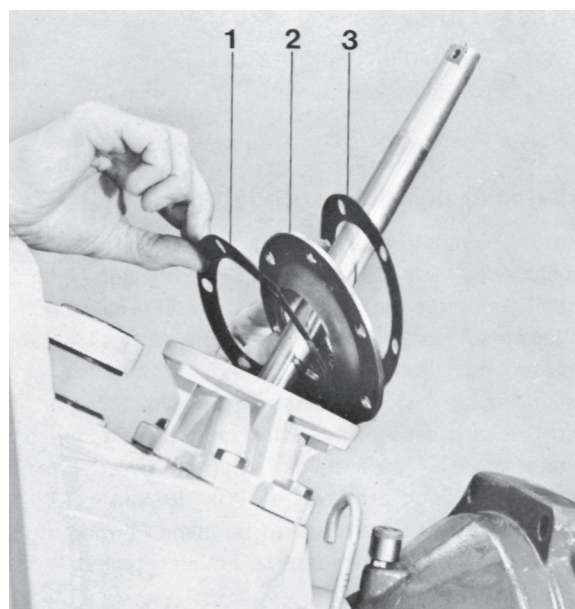

Fig. 42a. Montering av stödplatta och packningar
Stryk tätningsmedel av icke torkande typ på båda sidor av de båda packningarna. Läg sedan en packning (1 fig. 42a) på mellanstycket. Placera därefter stödplattan (2) på packningen, med konvexa sidan mot mellanstycket, samt lägg en packning (3) på plattans översida.